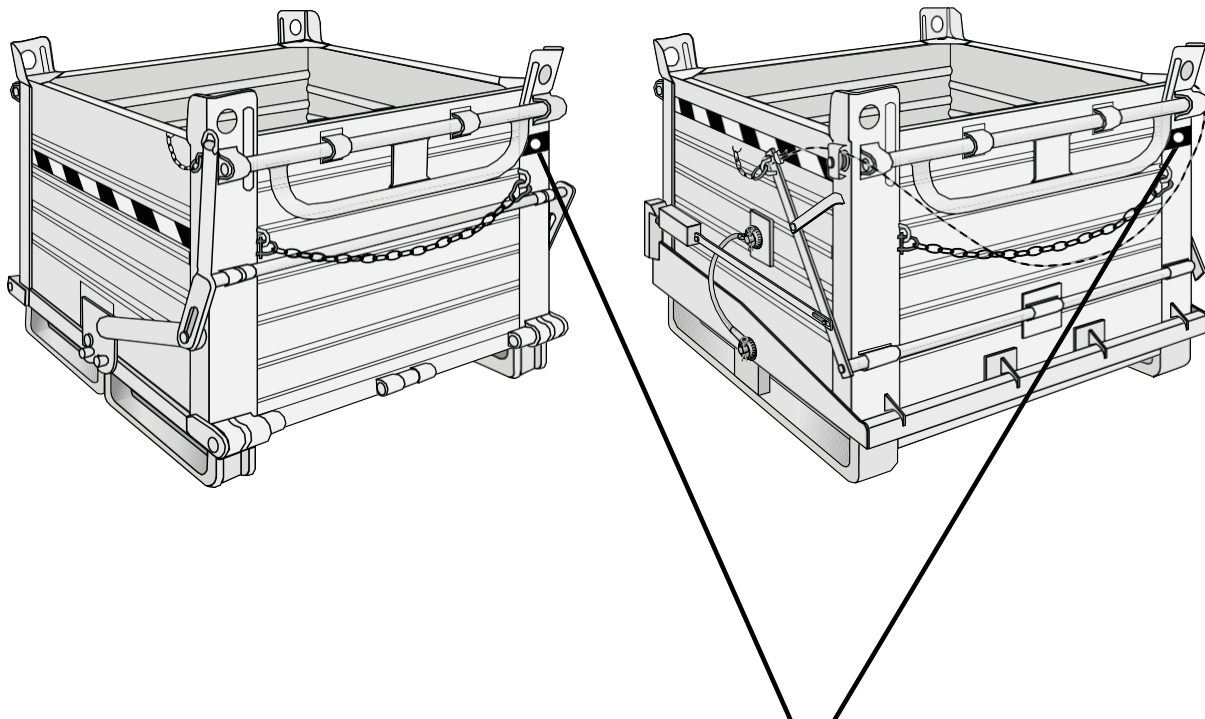

FIG. 2.1
- La plaque de MARQUAGE est située sur un montant vertical, comme indiqué sur la figure 2.1.
- Fig. 2.1 indicates the MARKING plate positioned on a vertical upright.